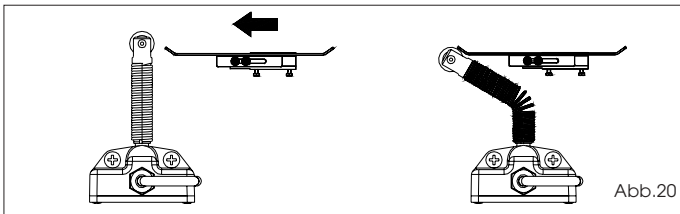

Abb.20
- a) Das Feinblech sollte den Endanschlag mit der geformten Seite aktivieren, wie in Abb. 20 dargestellt.